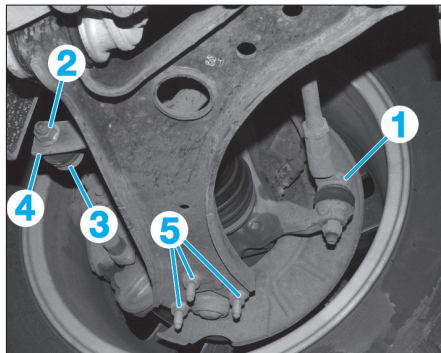

Fig. 17
- Déposer la rotule de direction (1) du pivot à l'aide d'un extracteur (Fig.17).
- Dévisser les écrous (2) de fixation de la partie inférieure des biellettes (3) de la barre stabilisatrice (4) puis les déposer.
- les écrous (5) de la rotule inférieure.